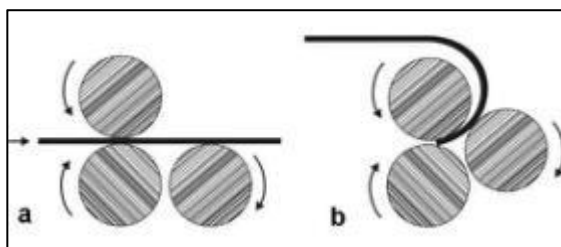

Figura 14
18. Azionare la maniglia; quando il materiale raggiunge il punto in cui il raggio è iniziare (a, Figura 14), fermare la macchina e sollevare il rullo folle in egual misura su ciascuna estremità per ottenere la curvatura desiderata.
19. Riavviare i rulli e continuare fino a quando la piega è completato (b, Figura 14). Supporto pezzo in lavorazione mentre esce dalla macchina.